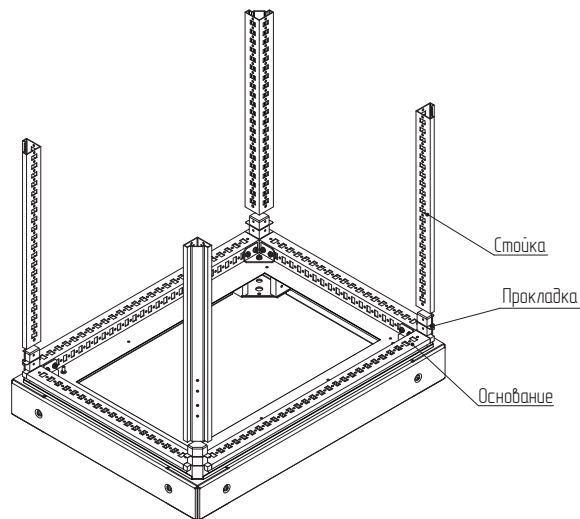

Рисунок 7
4.1.9 На крестовины основания надеть четыре прокладки и смонтировать стойки (рисунок 7).